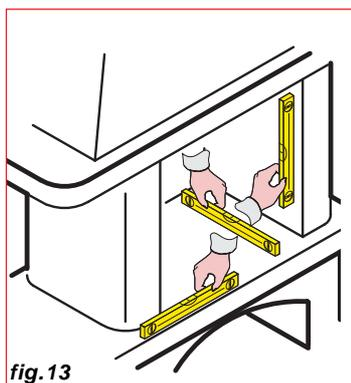

fig. 13
- deve essere perfettamente in piano (fig. 13).